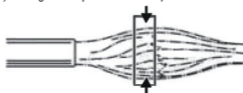
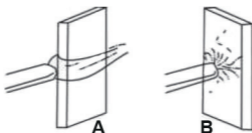

Figura 8 - Zona de calor máximo
Figura 9 – Ángulos de calentamiento
- La zona máxima de calor es muy concentrada (Figura 8). Sujetar el soplete muy cerca o muy lejos del objeto produce menos calor (Figura 9). El ángulo en que el calor es aplicado también puede aumentar el calor del objeto.